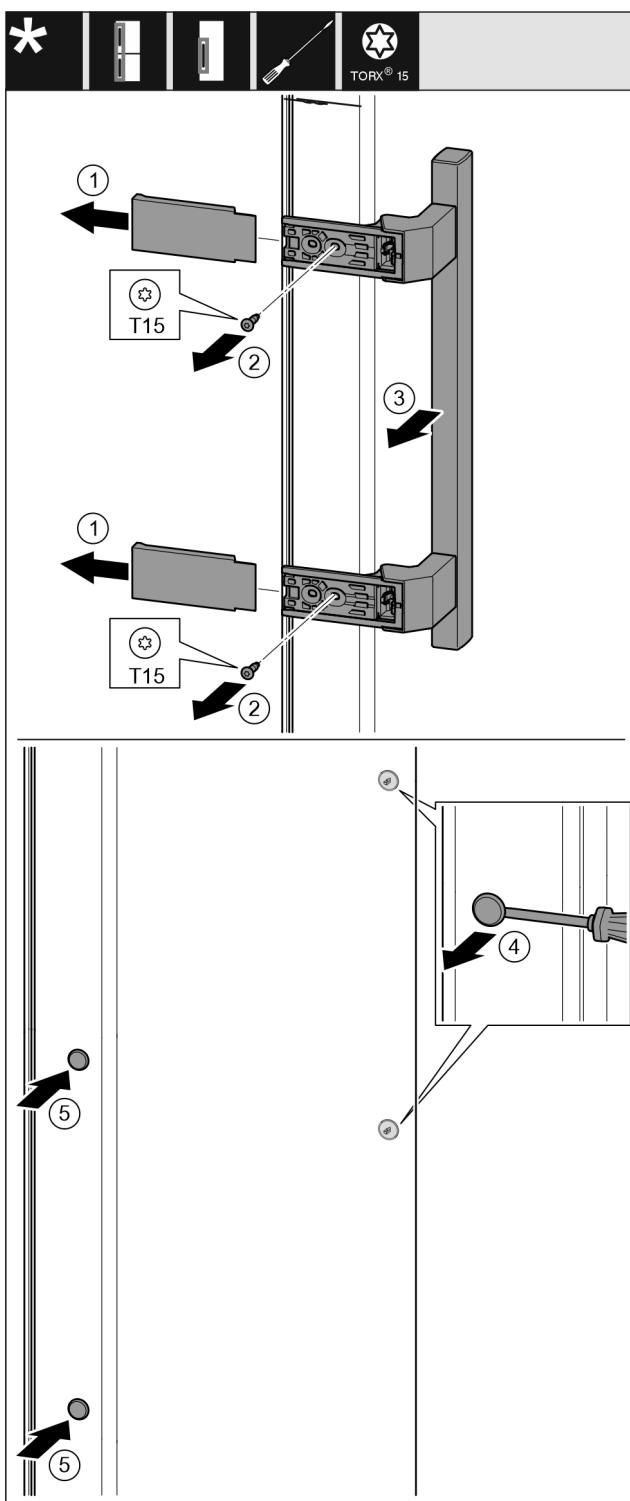

Fig. 14
- Desprindeți capacul. Fig. 14 (1)
- Desfaceți și demontați șuruburile cu șurubelnită Torx 15. Fig. 14 (2)
- Detaşați mânerul. Fig. 14 (3)
- Ridicați și scoateți dopul lateral cu precauție cu o șurubelnită plată. Fig. 14 (4)
- Montați din nou dopul pe cealaltă parte. Fig. 14 (5)